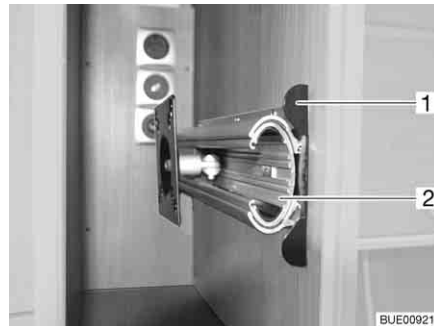

Fig. 54 Support dans le meuble de télévision
- Enfoncer la barre de déverrouillage (Fig. 54,1).
- Faire entièrement sortir la rallonge (Fig. 54,2).
- Faire coulisser la rallonge (Fig. 54,2) jusqu'à ce que la barre de déverrouillage (Fig. 54,1) s'encliquette.